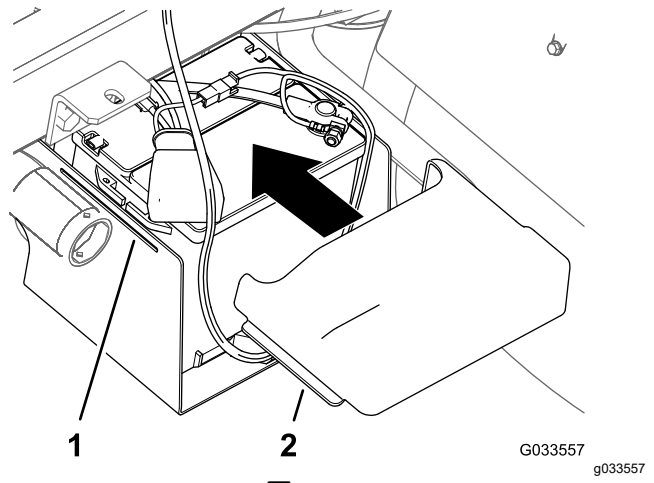

図 33
10. バッテリーカバーを両脇からたわめて、タブをバッテリーベースのスロットから外し、カバーを取り外す 図 33。